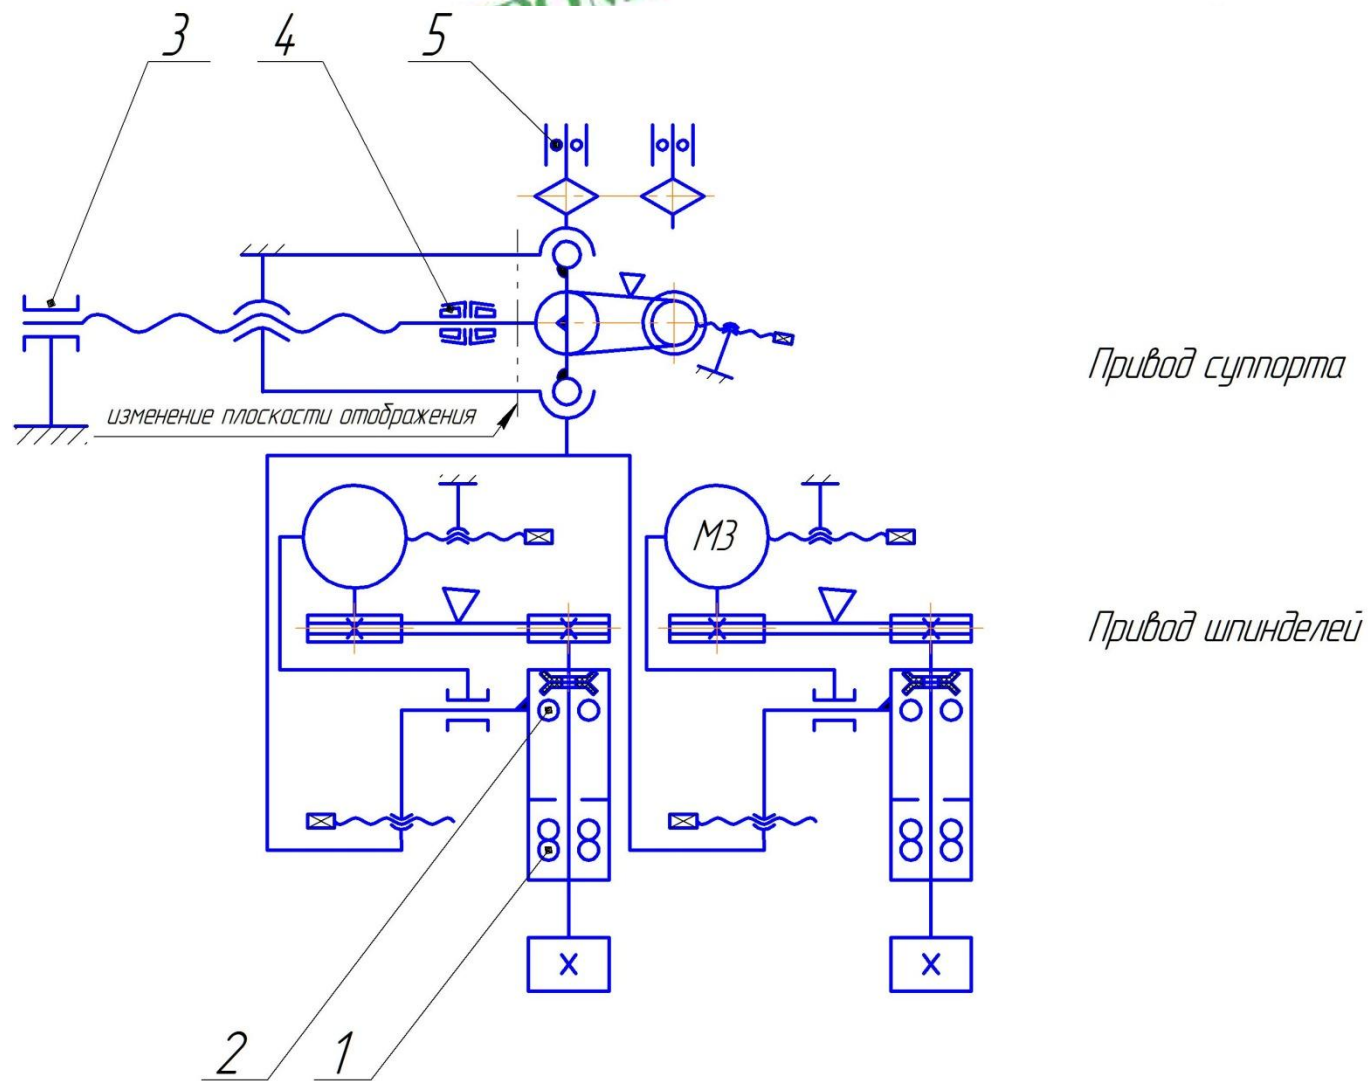

Рис. 22. Схема расположения подшипников
17.2. Схема расположения подшипников (рис. 22).